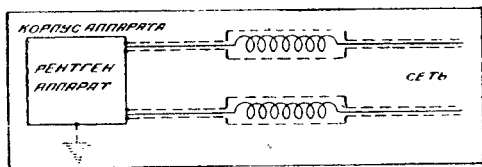

Рис. 2
2. Включением высокочастотных дросселей (рис. 2) в питающую сеть рентгеновского аппарата.